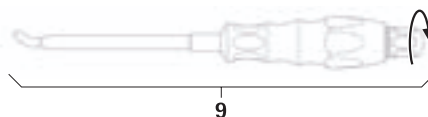

Fig. 15
- Monter l'instrument de pose de tige **9**, voir Fig. 15.